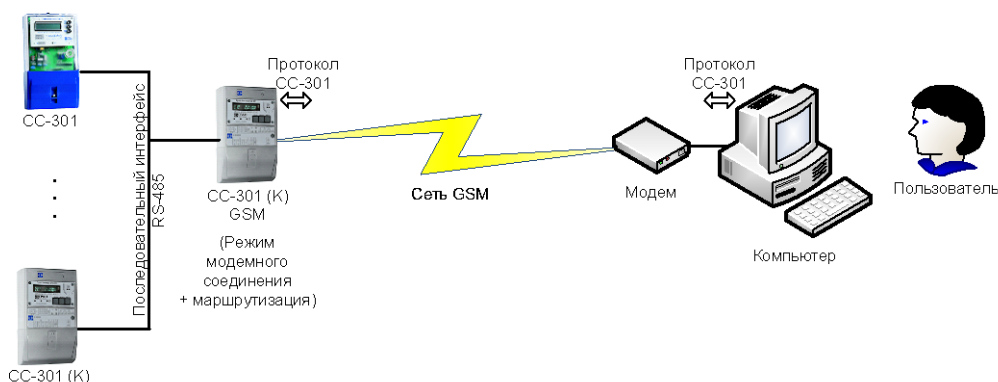

Рисунок 12. Считывание показаний и управление счетчиками по модемному соединению
1.11 Пользователь выбирает и считывает показания нескольких счетчиков на компьютер, подключенный к прибору с GSM-модемом через модемное соединение (Рисунок 12). В этом варианте основной последовательный интерфейс RS-485 подключен к магистрали с дополнительными приборами, а модуль расширения «Модем GSM» внутри счетчика работает в режиме модемного соединения и маршрутизации на основной интерфейс. Максимально допустимое расстояние до приборов ограничено только наличием доступа компьютера пользователя и счетчика с GSM-модемом к сети оператора связи GSM. В программе на компьютере можно осуществлять выбор, автоматическое считывание и сохранение показаний в базе данных, формирование отчетов, управление счетчиками и т.д.